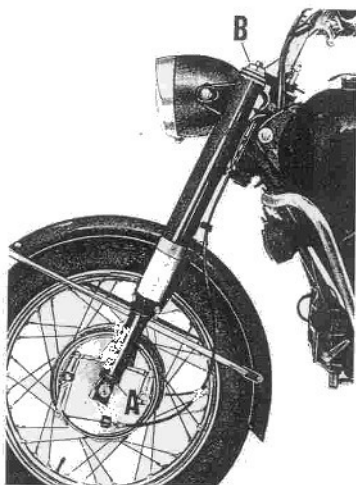

Fig. 86
Infilare le molle superiori nei bracci dopo aver immesso nei bracci stessi litri 0,160 per braccio di liquido per ammortizzatori « SHELL Tellus 33 » attraverso i fori per tappi (B) dopo aver bloccato i tappi con guarnizioni (A) sui gambali dalla forcella (vedere fig. 86).